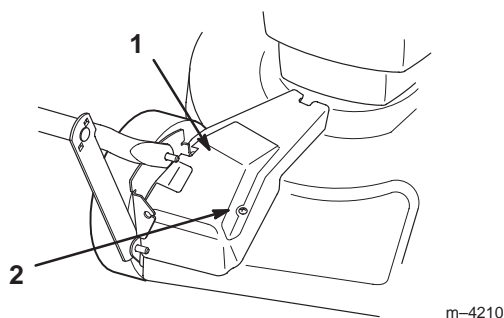

Figure 27
1. Moteur éteint, retirer le boulon de fixation du carter de courroie (Fig. 27) au carter de tondeuse.